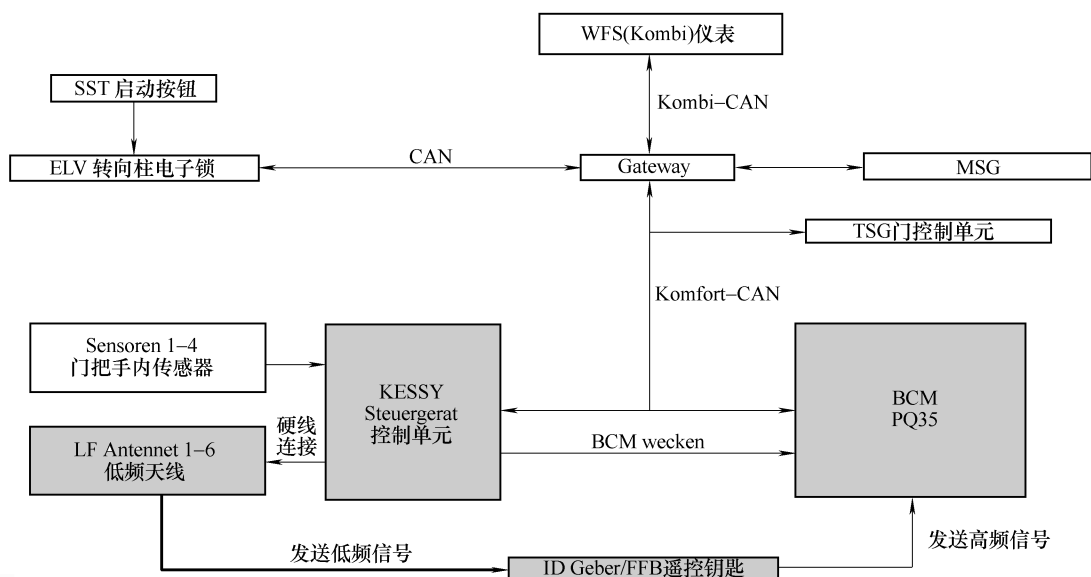

图 5-4-22 车门解锁
④ BCM 把对钥匙的认证结果反馈给 KESSY 控制器，并通知 TSG 解锁车门，如图 5-4-22 所示。
① 按下启动按钮，ELV 将需要启动的